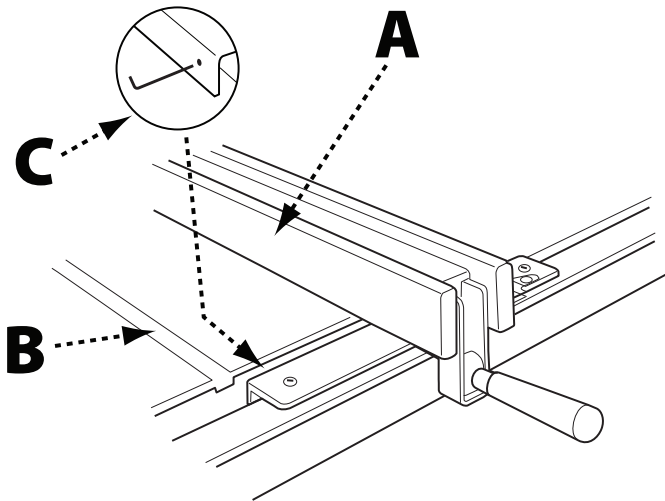

FIGURE 36
2. Si la paroi du guide (A) Figure 36 n'est pas parallèle à la fente (B), soulevez le levier de serrage et levez le guide et placez-le sur la table de sciage.
3. Ajustez l'une ou les deux vis de pression (C) d'1/4 de tour ou moins.